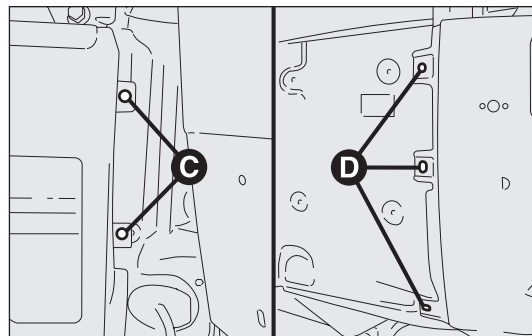

рис. 194
- ☐ отвинтите оба крепления С – рис. 194 со стороны задней распашной двери; для этого слегка откройте дверь;
- ☐ отвинтите три боковых крепления D на боковине, для этого сначала снимите боковой молдинг – рис. 194. Чтобы демонтировать молдинг, отвинтите три нижних самонарезающих винта и осторожно, чтобы не повредить, отсоедините врубные штифты. В случае поломки одного или более штифтов их необходимо заменить;